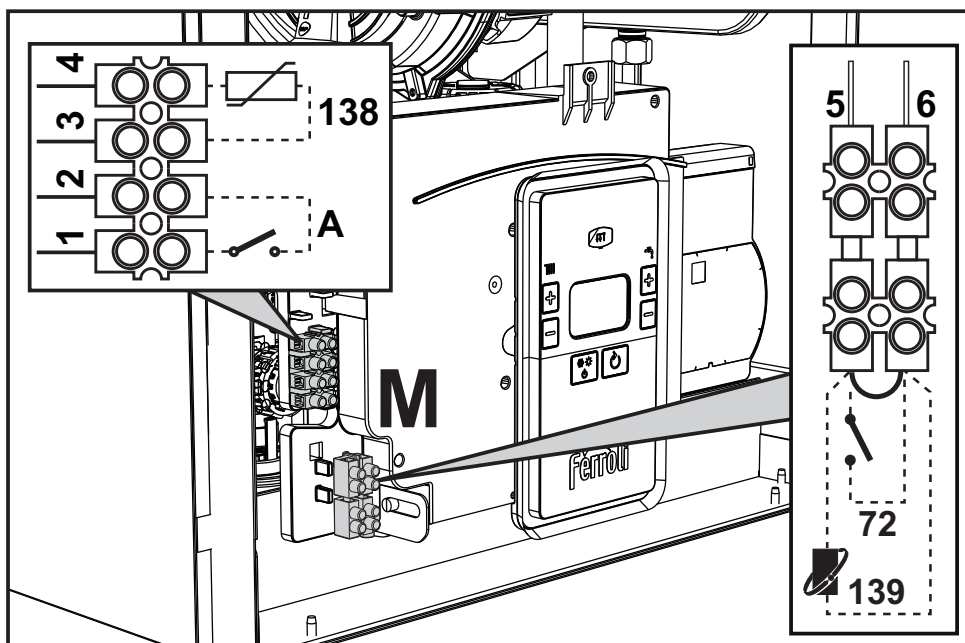
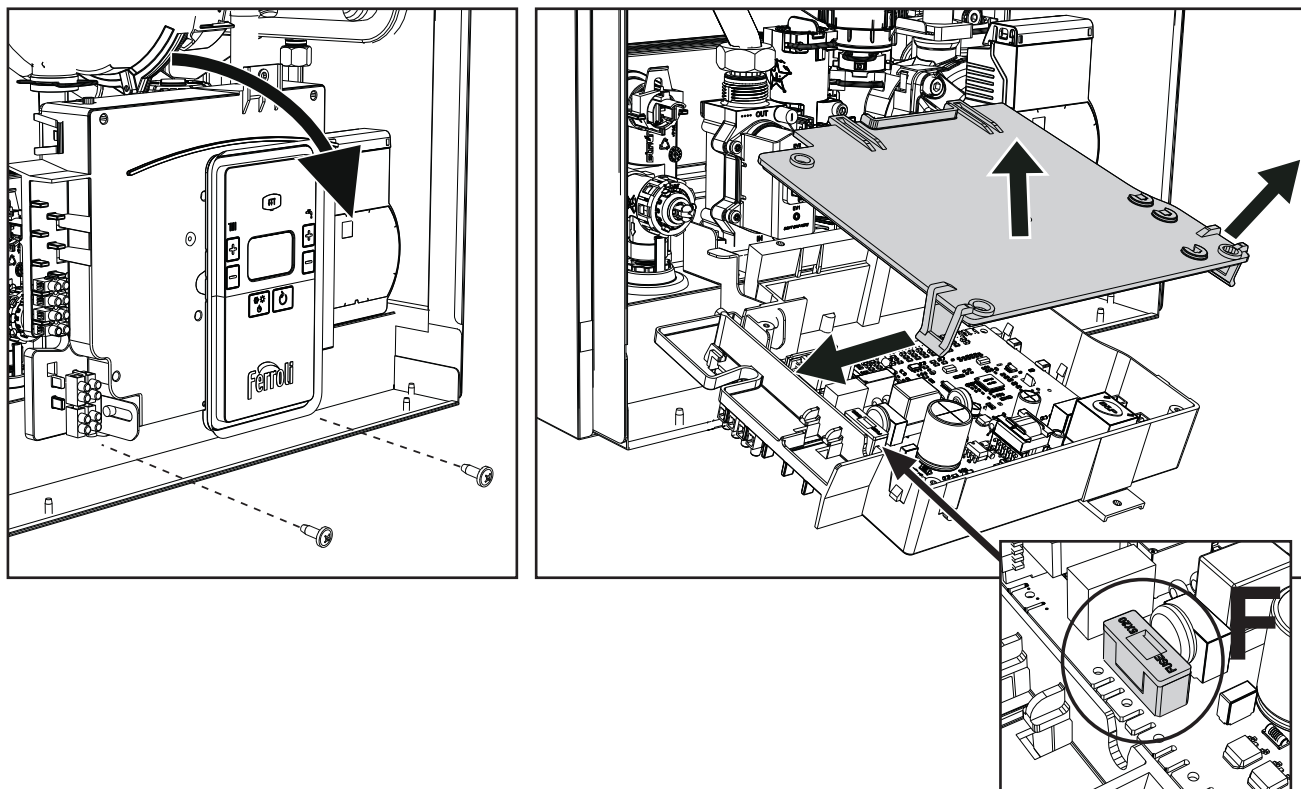

Abb. 18
Abb. 19
Die Frontverkleidung ("Öffnen der Frontverkleidung" on page 40) abnehmen, um Zugriff zu den Klemmenleisten (M) und zur Sicherung (F) zu bekommen. Hierbei die nachfolgenden Angaben (abb. 18 und abb. 19) beachten. **Die angegebenen Klemmen (siehe abb. 19) müssen potenzialfreie Kontakte aufweisen (nicht 230 V).** Bezüglich der Anordnung der Klemmen für die verschiedenen Anschlüsse siehe Schaltplan, abb. 53.
Konfiguration des ON/OFF Schalters (A abb. 18)**Tabelle 3- Einstellungen Schalter A**